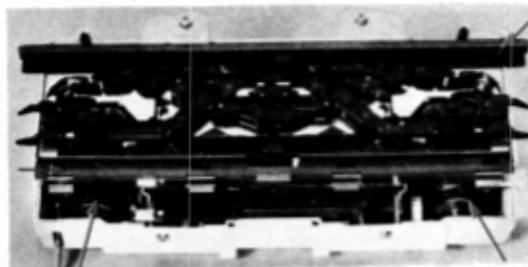

Fig. 237
- sous le chariot, les cames, les roues crantées, les glissières (fig. 237),